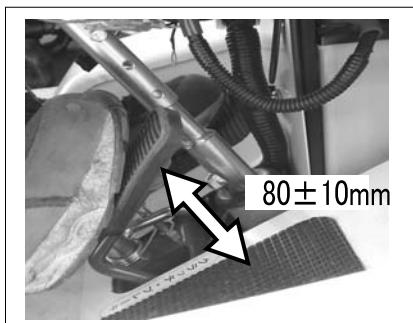

図 1
- ① 図 1 を参考にクラッチブレーキペダルをロックレバーで固定した状態から、ロックレバーを解除し、ゆっくりとクラッチをつないでいきます。
- ② 本機が動き始めたときのペダル位置が、固定した状態から  $80\pm10\text{mm}$  位置でつながるのが標準です。<図 1 参照>